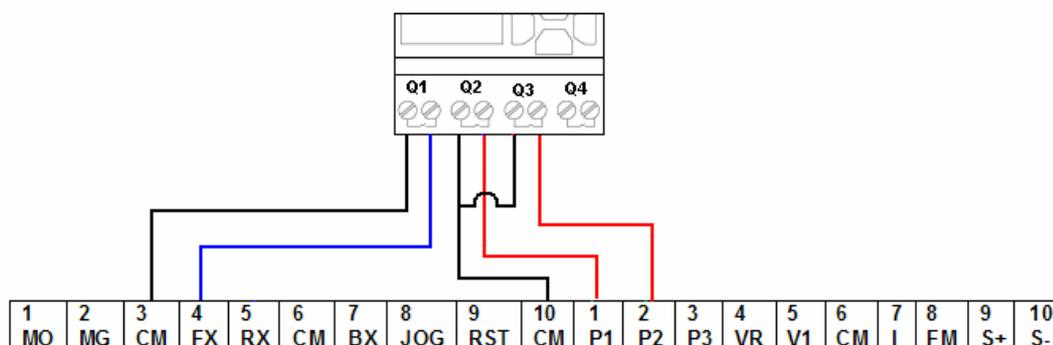

Figura. 6.31. Conexión de salidas del PLC a entradas del VFD
3. Conectar las salidas del PLC a los terminales de entrada del VFD como se indica en la Figura 6.31: